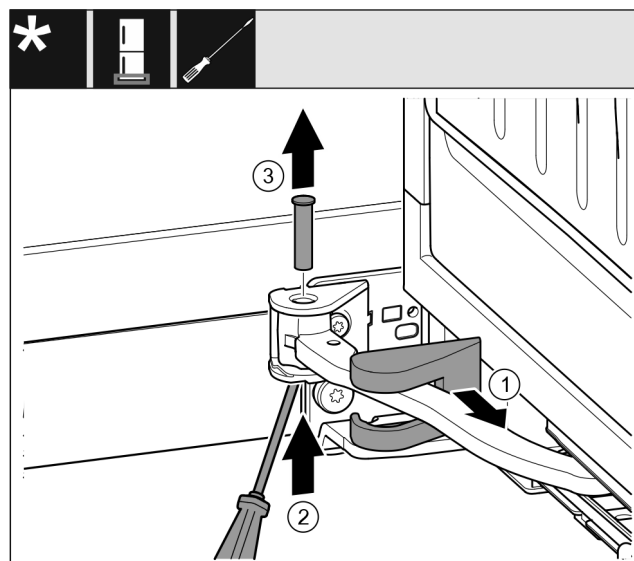

Fig. 19
- ▶ Stáhněte kryt stojanu ložiska Fig. 19 (1) a posuňte podél kloubu.
- ▶ Čep Fig. 19 (2) zesponu nadzvedněte šroubovákem.
- ▶ Čep Fig. 19 (3) vytáhněte shora.